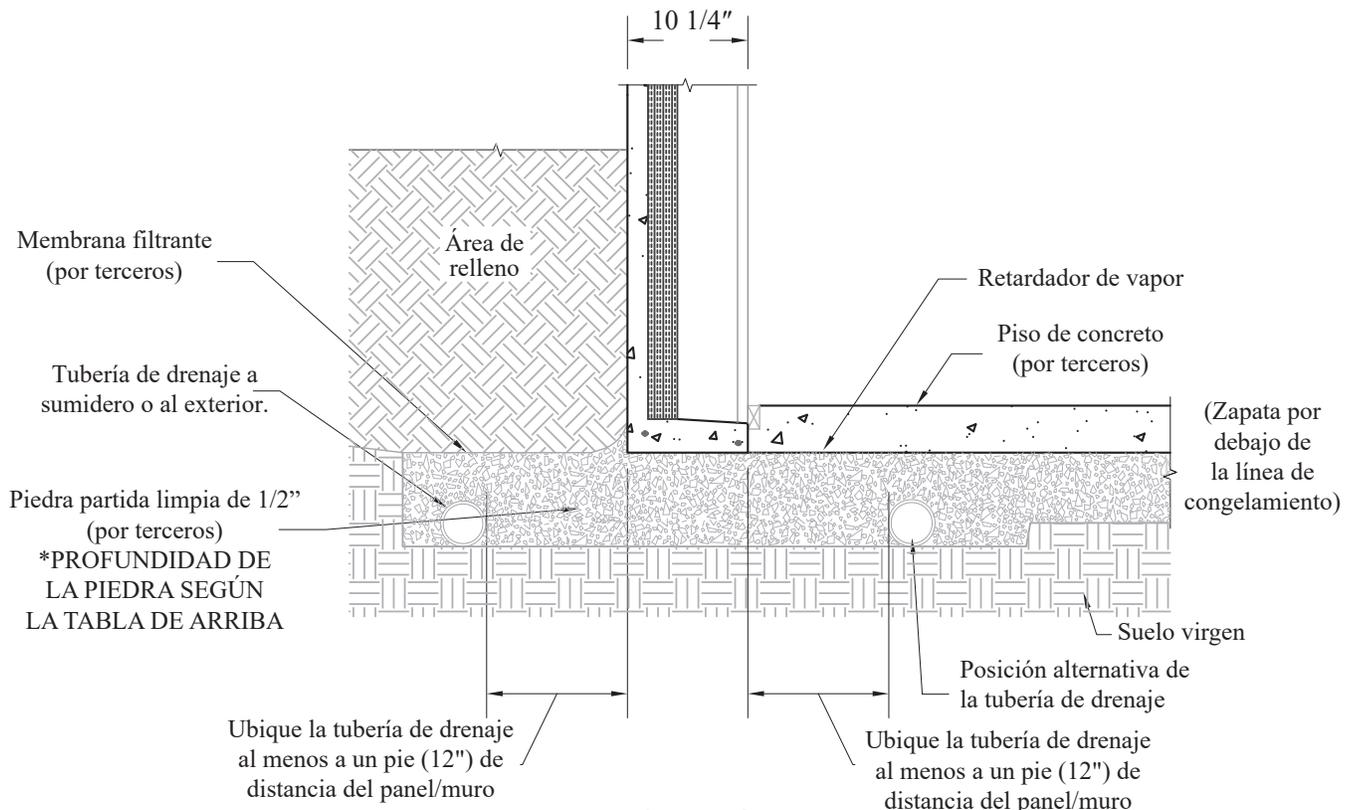

Figura 2
- La dimensión de un pie (12") se aplica tanto a la ubicación interior o exterior de la tubería. (Consulte la Figura 2)
- Consulte la Figura 2 en la página 6.